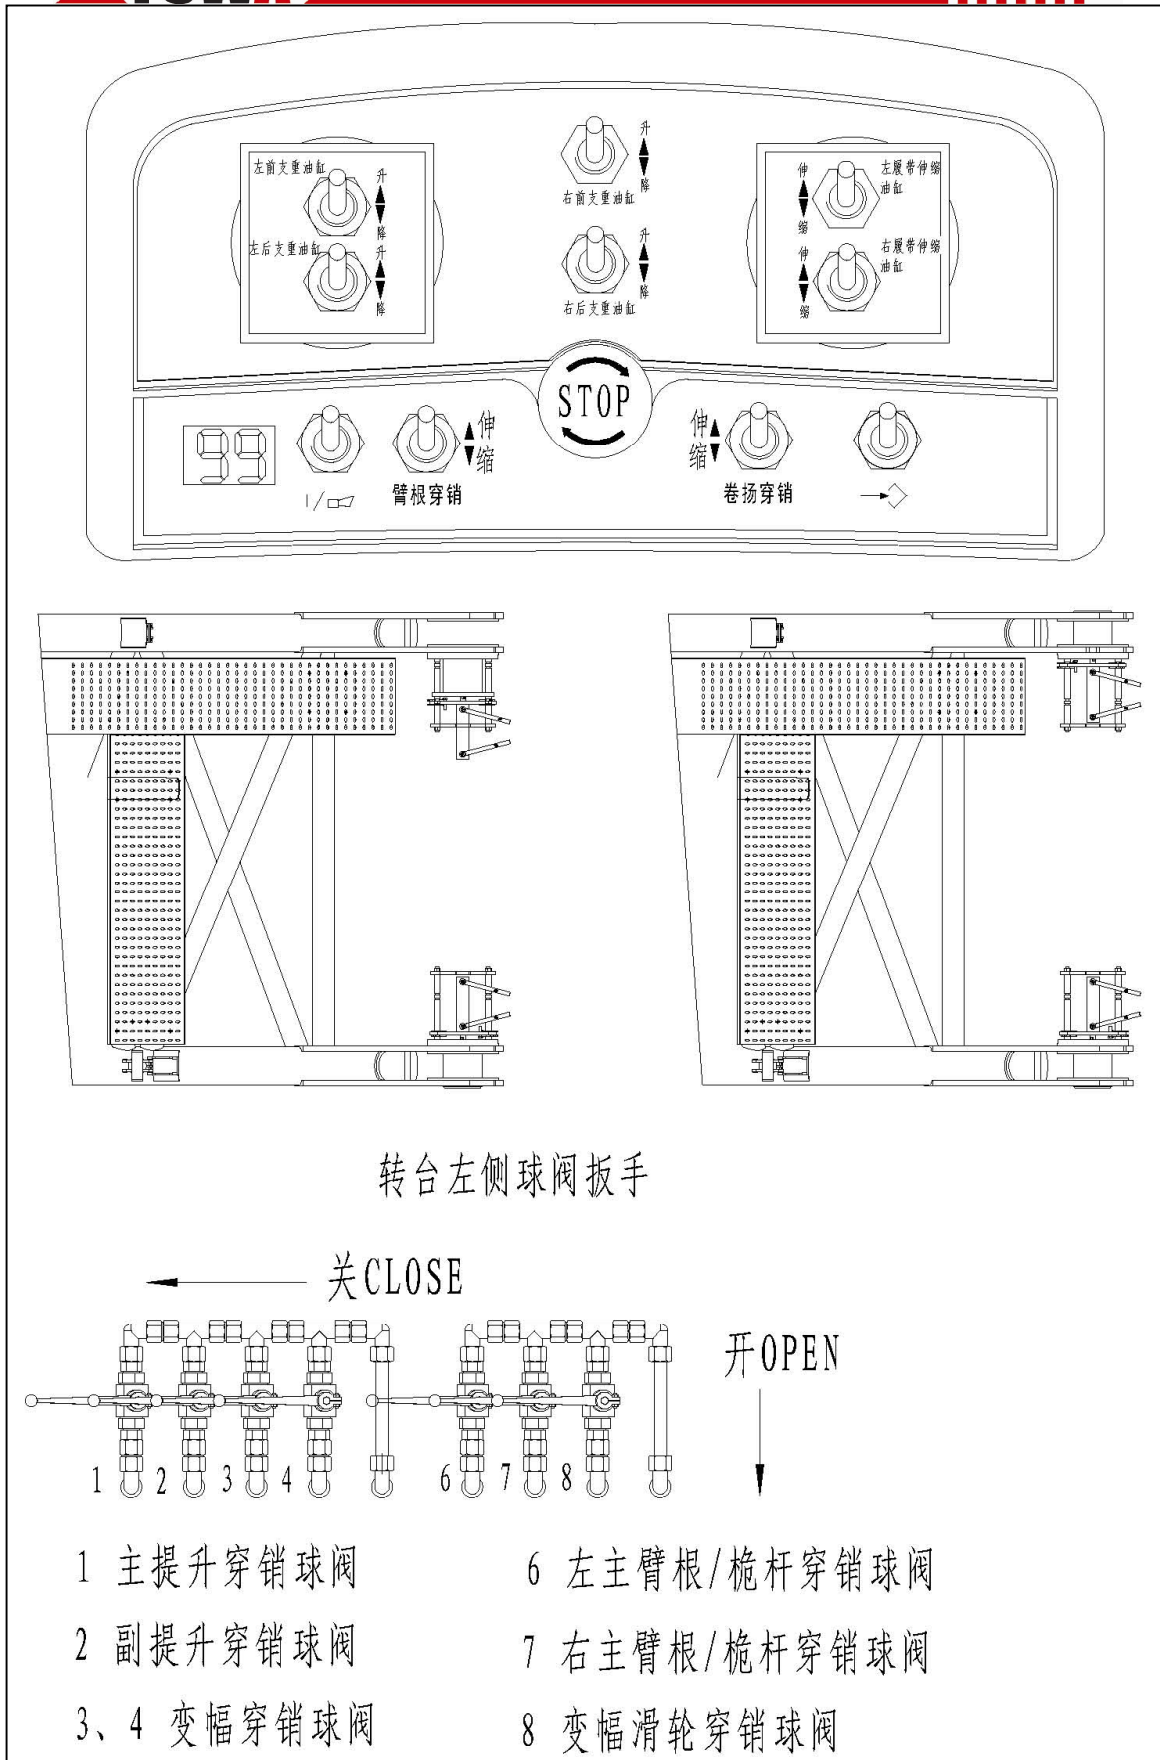

图 2.7.3
- 8、组装主臂臂根右侧销轴（图 2.7.3）
- ①、把转台左侧球阀 7（右主臂根穿销球阀）的把手转至“打开”的位置；
- ②、把无线遥控器“臂根穿销”开关扳至“伸”的位置，将主臂根穿销油缸轴伸出，将主臂臂根右侧与转台右侧固定；
- ③、此时将主臂根穿销油缸架上的卡板扳开，把遥控器上“臂根穿销”开关扳至“缩”的位置，将主臂根穿销油缸缸杆收回，再将主臂根穿销油缸架上的卡板按下，卡在导向杆装置内侧的卡槽里；
- ④、把转台左侧球阀 7 的把手转至“关闭”的位置。
- ①、把转台左侧球阀 6（左主臂根穿销球阀）的把手转至“打开”的位置；
- ②、把无线遥控器“臂根穿销”开关扳至“伸”的位置，将主臂根穿销油缸轴伸出，将主臂臂根左侧与转台左侧固定；
- ③、此时将主臂根穿销油缸架上的卡板扳开，把遥控器“臂根穿销”开关扳至“缩”的位置，将主臂根穿销油缸缸杆收回，再将主臂根穿销油缸架上的卡板按下，卡在导向杆装置内侧的卡槽里；
- ④、把转台左侧球阀 6 的把手转至“关闭”的位置